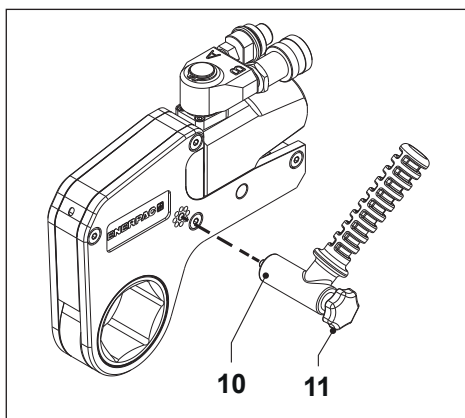

Рис. 3
3.2 Присоединение установочной рукоятки (рис. 3)
- Закрепите установочную рукоятку (10) барашковым винтом (11). Рукоятку можно установить с любой стороны гайковерта.